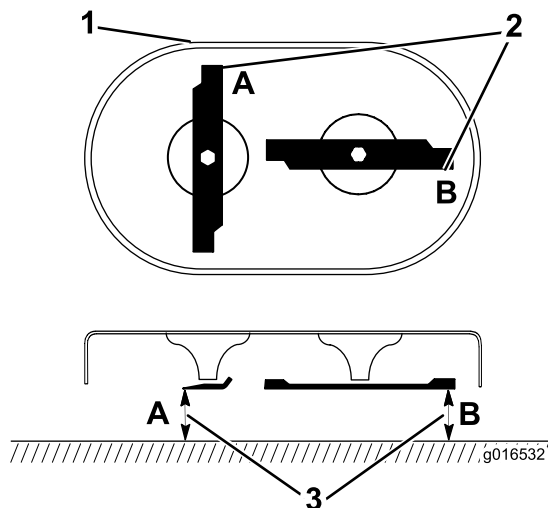

Figura 40
1. Ruotate le lame nella posizione illustrata nella Figura 40.
4. Misurate da una superficie piana ai bordi di taglio nelle posizioni A e B (Figura 40), e registrate entrambe le dimensioni.
5. Ruotate le lame in modo che le estremità opposte si trovino nei punti A e B (Figura 40).